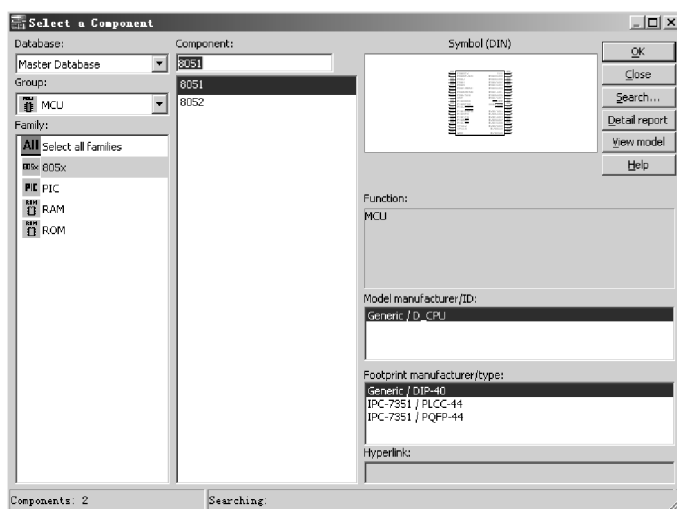

图 6-73 元件库选择窗口
单击元件工具栏的  按钮，弹出如图 6-73 所示的元件库选择窗口。在此窗口中可以选择放置单片机 8051，单击 按钮即可。
(1) 打开源码编辑区。在图 6-73 中双击 8051 芯片, 在弹出的对话框中选择 code (源码) → Properties (属性), 进入 MCU code Manager (MCU 源码管理器) → New MCU Project → 输入工程名 → 选定生成的工程 → New File → 选择文件类型并输入文件名 → 确定后出现编辑区。